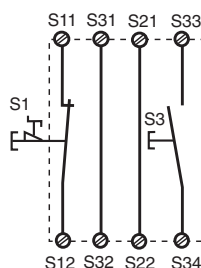

Fig. 3: Circuito de entrada monocanal, supervisado/Circuito de entrada monocanal, start controllato/Eenkanalig ingangscircuit, bewaakte start
- Fig. 3, 4 y 5, 6: S13-S14 **no conectado**
- Fig. 3, 4 e 5, 6: **nessun** collegamento S13-S14
- Fig. 3, 4 en 5, 6: **geen** verbinding S13-S14